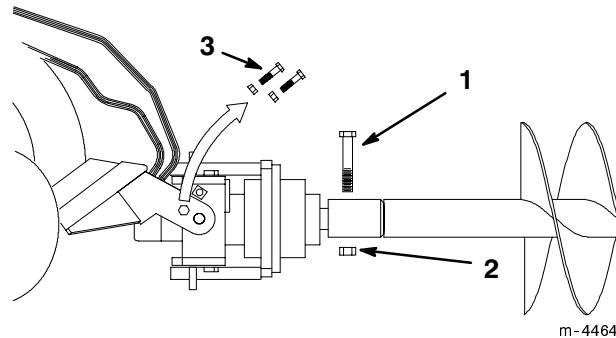

Figure 6
11. Fixer la tarière à la tête d'entraînement à l'aide du boulon 7/8"-9 x 4-1/2" et de l'écrou 7/8"-11 (Fig. 6).
12. Retirer les boulons et écrous placés dans les fourches de cardan aux points 3 et 5 (Fig. 6).